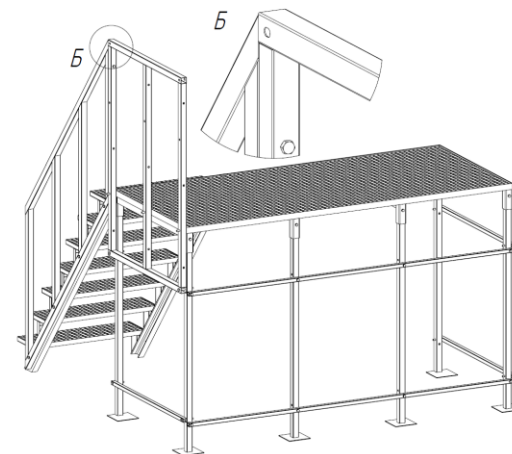

Рис. 6
6. Со стороны лестницы закрепляется поручень при помощи трёх болтов М10х65 (поз. 12) к настилу и двух болтов М10х100 (поз. 14) к ногам (рис. 6). Поручень также скрепляется с поручнем лестницы болтом М10х100 (Вид Б).